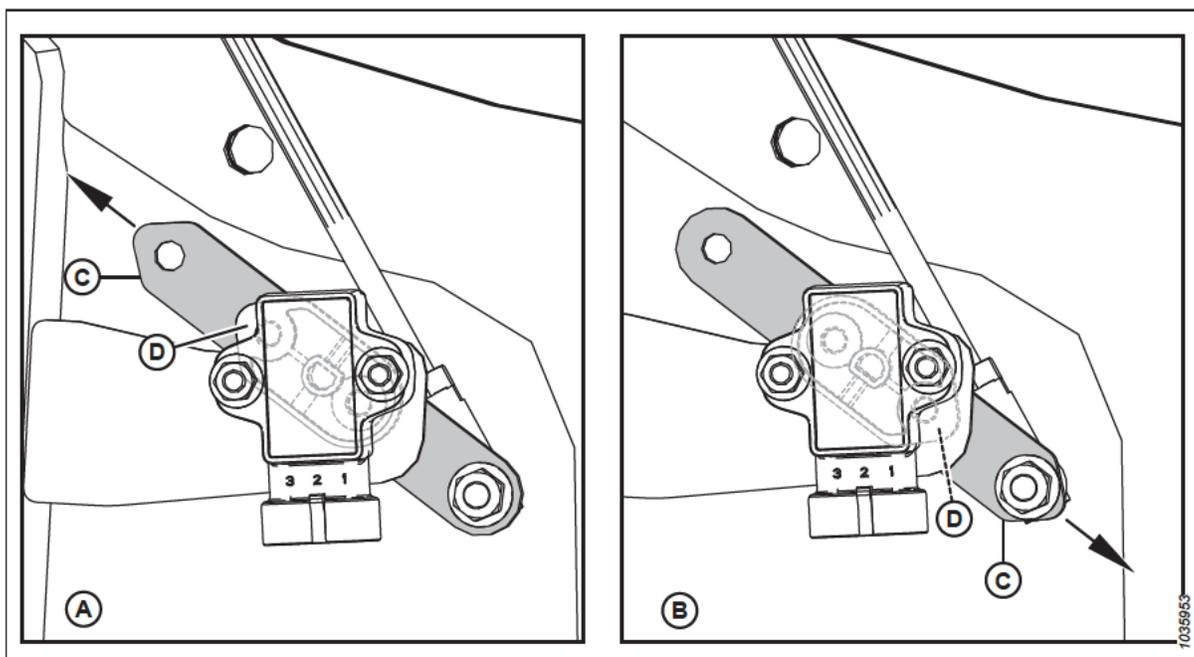

Figura 3.186: Configurações do sensor do braço/ponteiro
5. Certifique-se que o braço do sensor (C) e o ponteiro (D) estão configurados adequadamente para a plataforma. Para obter mais instruções, consulte a Figura 3.186, página 172.